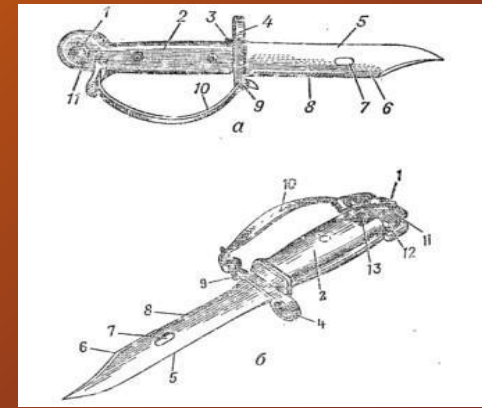

Рис. 38. Штык-нож
23. Штык-нож (рис. 38) присоединяется к автомату перед атакой и служит для поражения противника в рукопашном бою. В остальное время он используется в качестве ножа, пилы (для распиловки металла) и ножниц (для резки проволоки). Провода осветительной сети необходимо резать по одному, сняв предварительно ремень со штыка-ножа и подвеску с ножен. При резке провода следить за тем, чтобы руки не прикасались к металлической поверхности штыка-ножа и ножен. Прodelьвание проходов в электризованных проволочных заграждениях с помощью штыка-ножа не разрешается. Штык-нож состоит из лезвия и рукоятки.